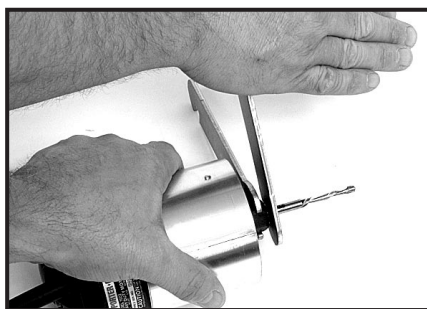

Fig. 2
4. Placez une clé sur les plats du mandrin avec l'extrémité opposée de la clé reposant sur l'établi à votre gauche, Fig. 2.
5. Placez l'autre clé sur la douille et serrez en SENS ANTI-HORAIRE comme illustré à la Fig. 2. **SERREZ FERMEMENT.**